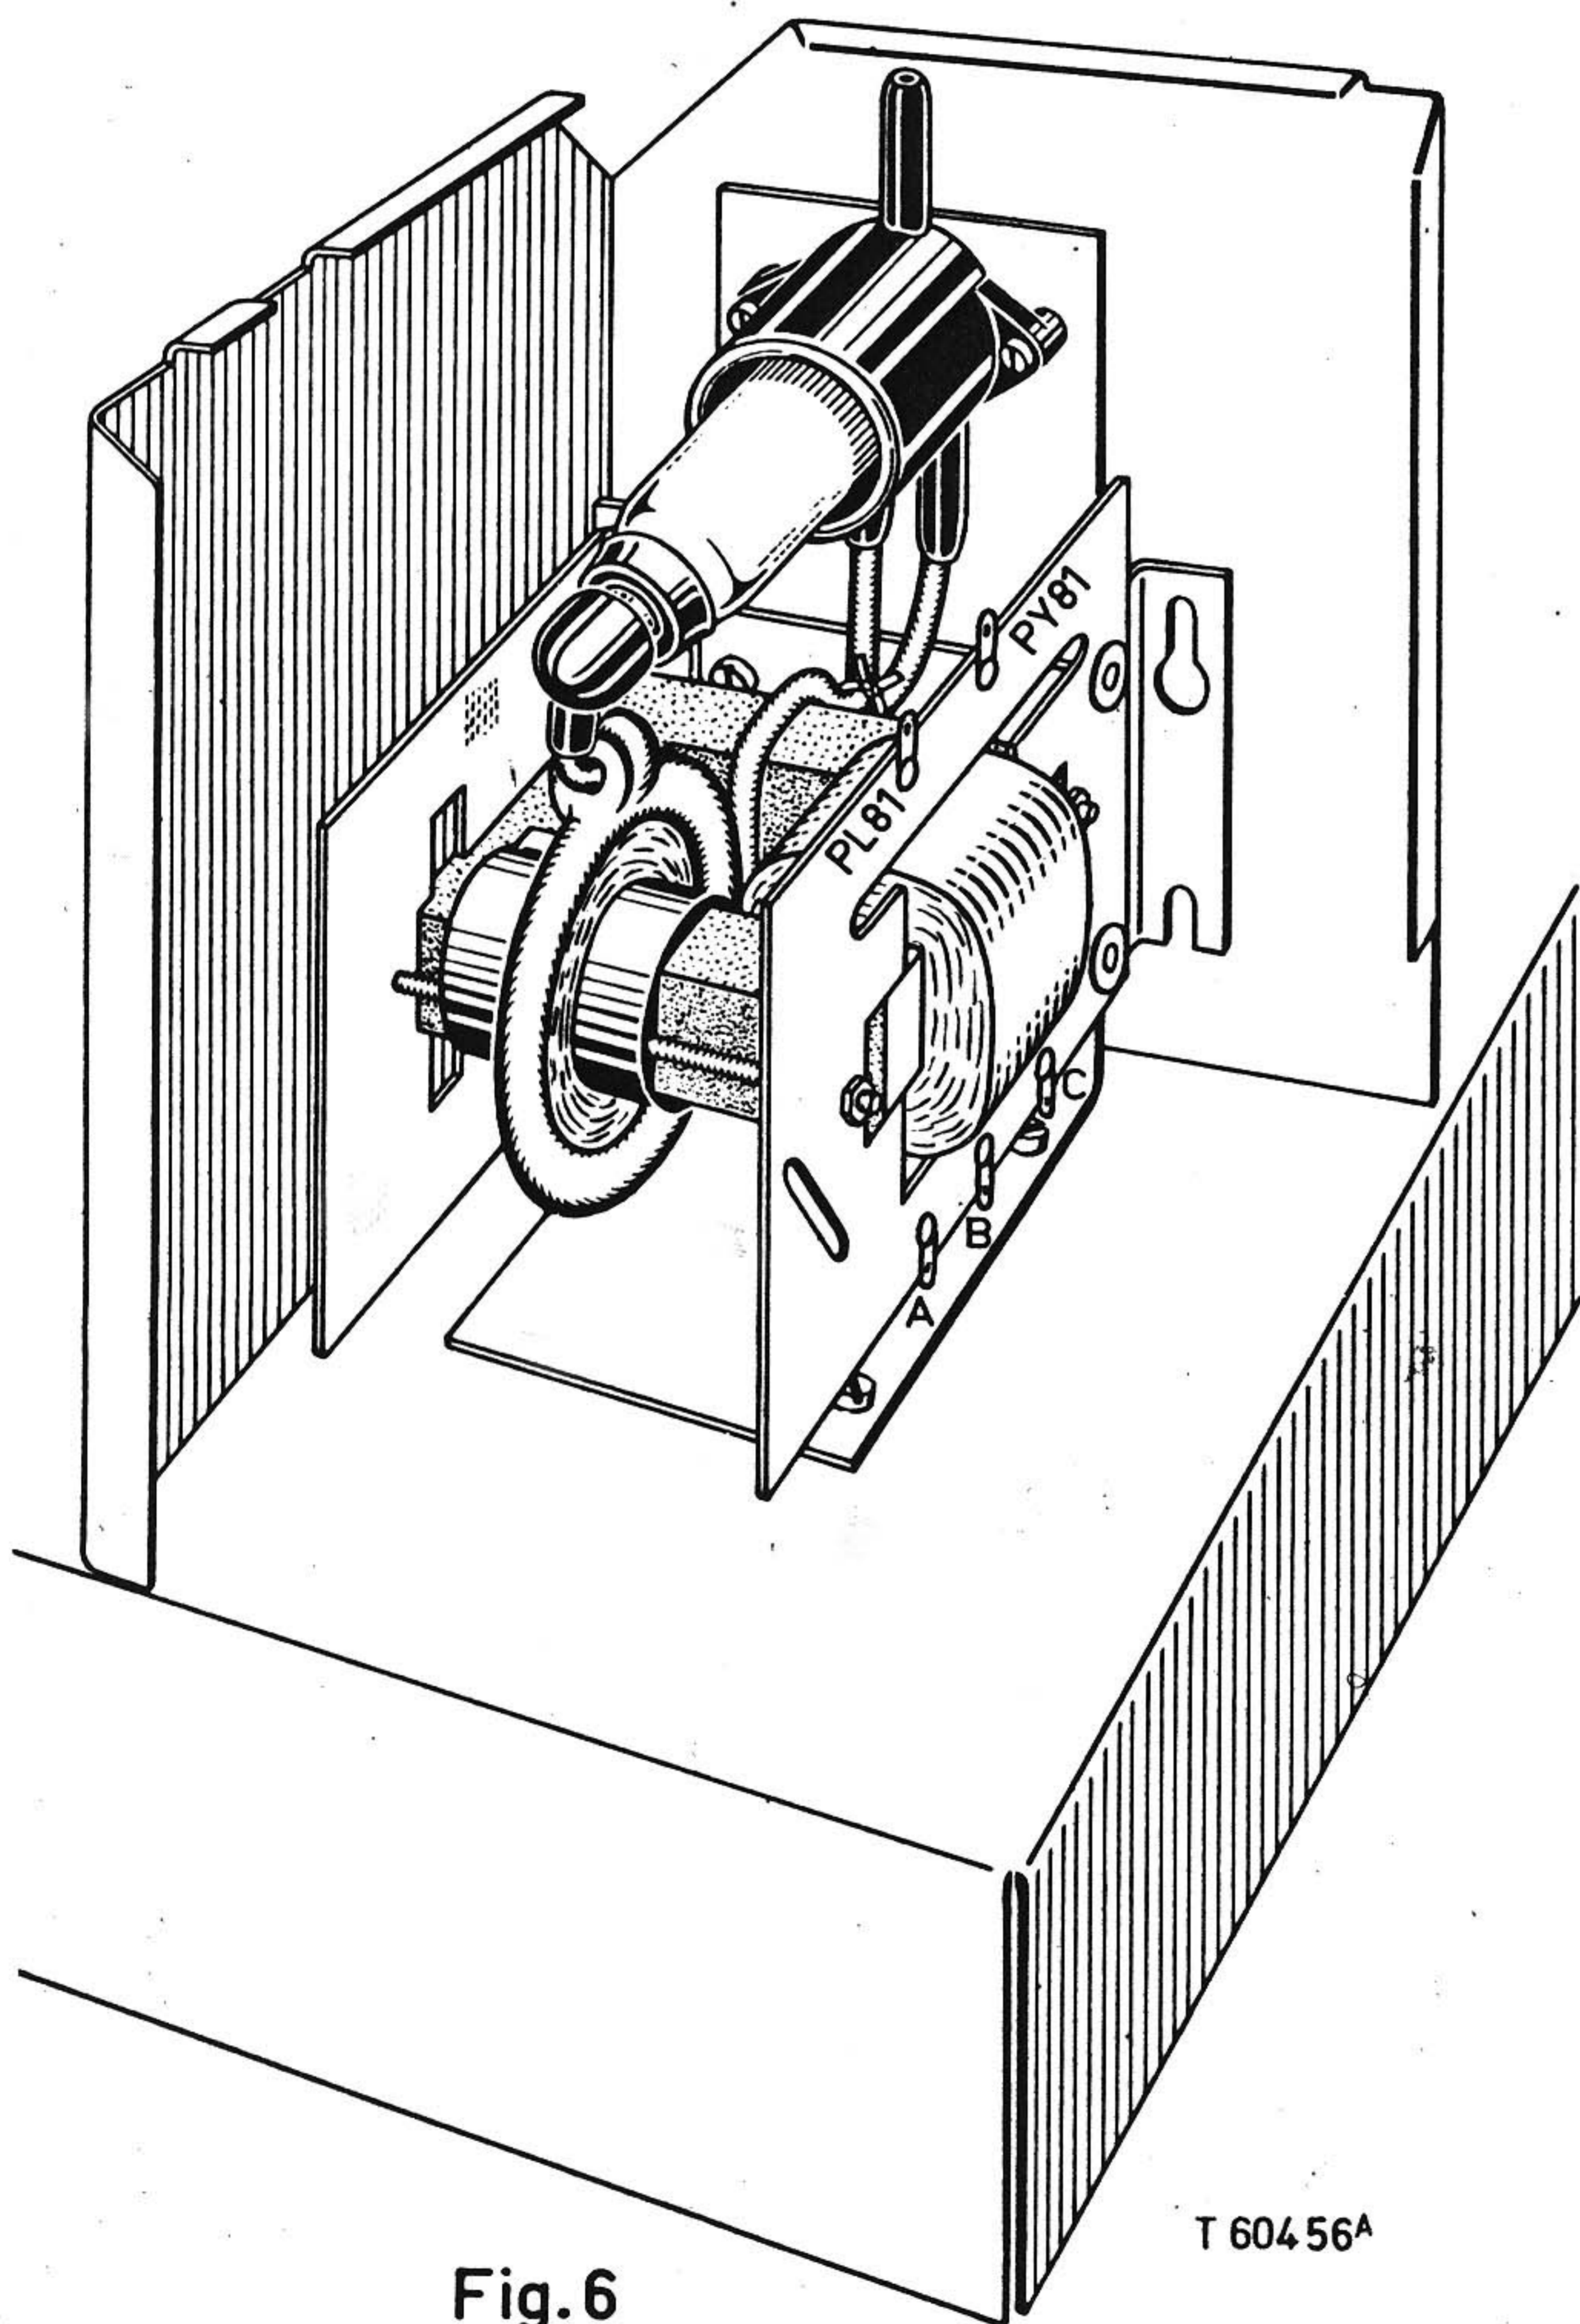

Fig. 6
3. De transformator op de beugel A9 022 14 bevestigen met twee schroeven A9 999 99/4x8 en twee moeren A9 999 93/M4 (zie fig.6).
2. De gewijzigde transformator zo in de hoogspanningskooi plaatsen dat de rand van de beugel met gleuven tegen de hoek van de kooi aanligt (zie fig.6).
3. De beugel met 2 schroeven van de vroegere bevestiging op het chassis vastzetten. Gebruik hierbij de bestaande gaten in het chassis (zie fig.6).